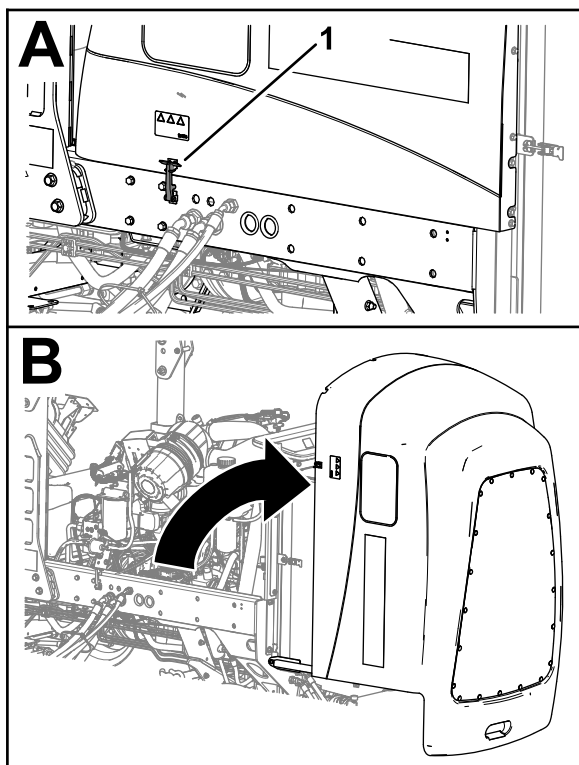

Figura 96
1. Eliberați cei 2 clicheti ai capotei (Figura 96).